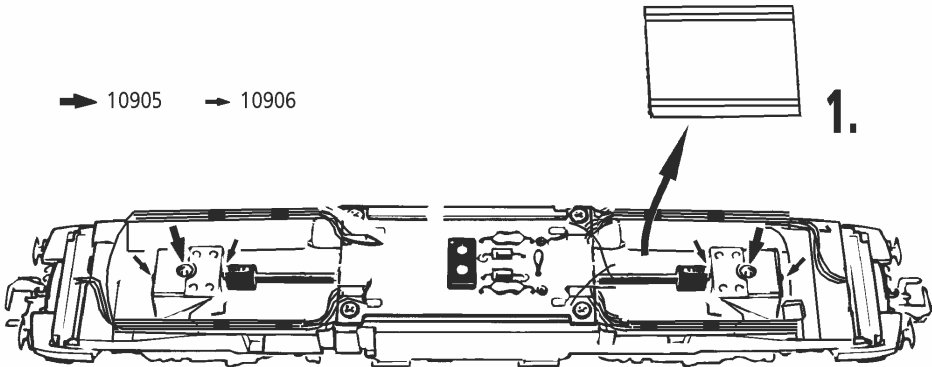

Fig. 9
siehe Fig. 9
voir fig. 9
A.C. operation: see fig. 9